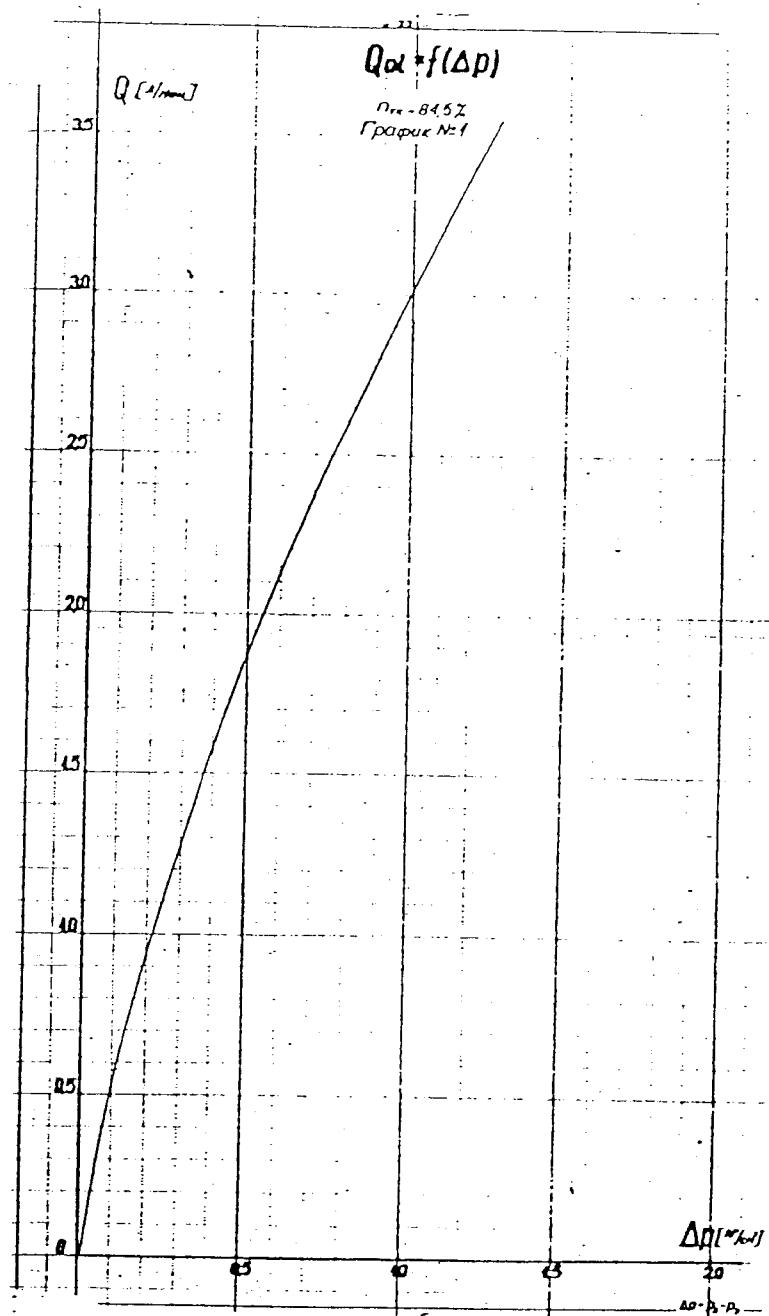

Рис. 6.21. Зависимость расхода масла от перепада давлений.
16.3.13. По графику (рис. 6.21) определить расход масла через III опору в зависимости от величины  $\Delta P$ .